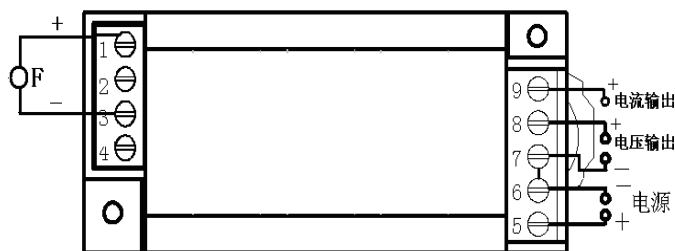
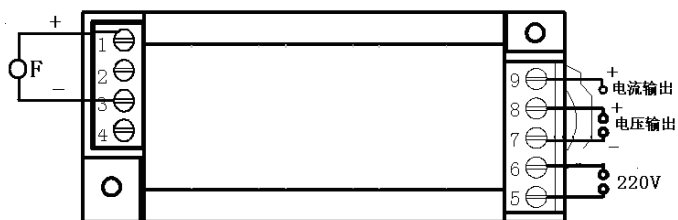
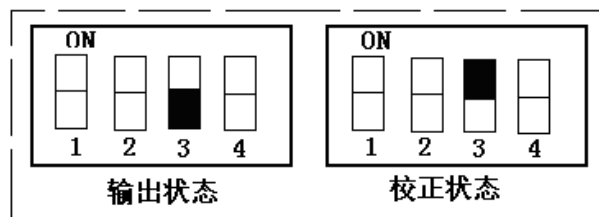

图4 接线示意图
图5 接线示意图
图8 功能状态设置
7.2 第3位开关为自动设定量程使用，如图8；量程修改支持5KHz-100KHz与100KHz-400KHz两个范围段内自由设定，如订货变送器为50KHz变送器用户如需修改量程，此变送器只能在5KHz-100KHz范围内可由用户自由设定，如订货为200KHz只能在100KHz-400KHz内设定：
- ① 客户必须提供一个标准的额定频率信号；
- ② 按图4(图5)接线方法接好电源和信号源，按图8将开关设定为校正状态，接通电源，输入额定频率信号，产品内部的红色LED常亮，按一下SW2按键(靠近拨码开关边上的按键)，红灯闪烁5次后常亮，校正完成；
- ③ 按图8将开关设定为输出状态，(切换额定20KHz以下量程时会有几秒的延时)在有频率输入下红灯闪烁，即可正常使用。